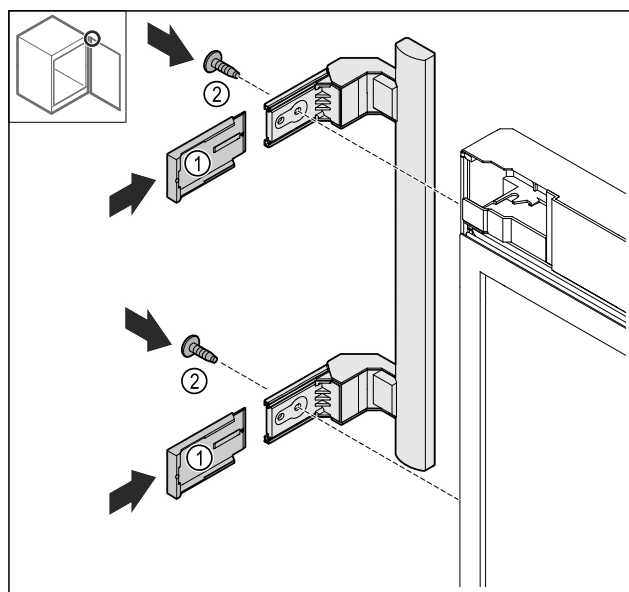

Fig. 17
- Applicare le coperture Fig. 17 (1).